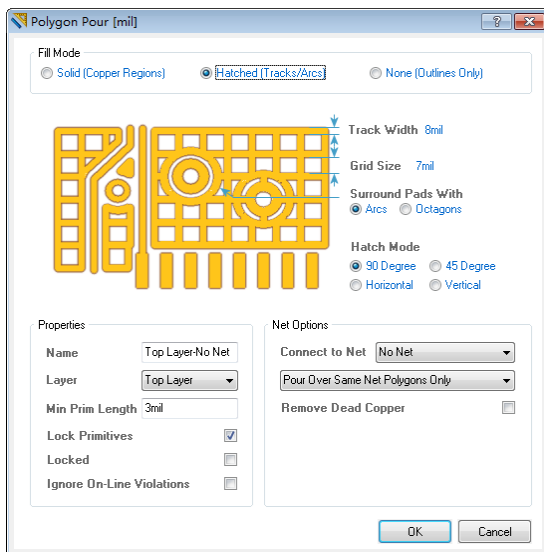

图 15-23 覆铜对话框之 Hatched 填充模式
2) Hatched [Tracks/Arcs]: 阴影填充模式, 即在覆铜区域内填充栅格状的覆铜。选择该选项后, 还需要接着设置下面几个覆铜尺寸参数, 如图 15-23 所示。